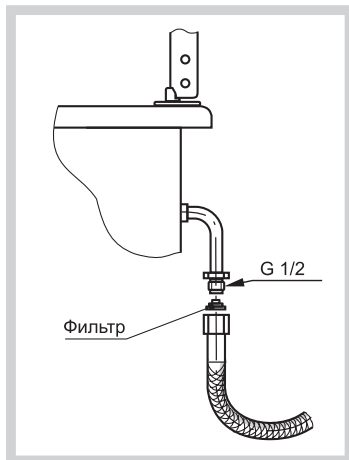

Рис.13
- выбранный шланг должен иметь документ, указывающий дату изготовления, срок службы и замены, и установлен в соответствии с рис.13;